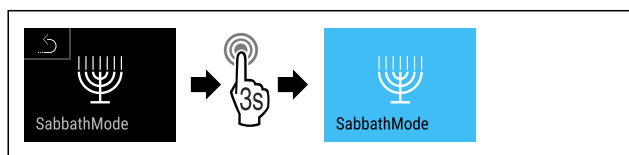

Fig. 14
- Выполните шаги действия (см. Fig. 14).